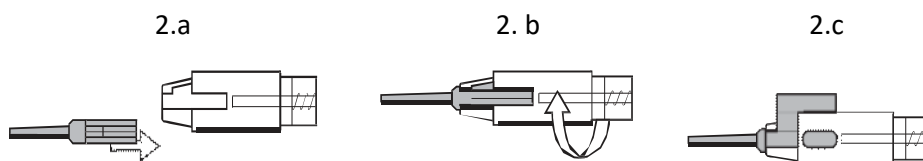

Fig. 2
10. Inserte el cartucho cerrado en la cámara de carga del cuerpo del inyector y asegure el cartucho con un suave giro de las alas tal como se muestra en la Fig. 2.